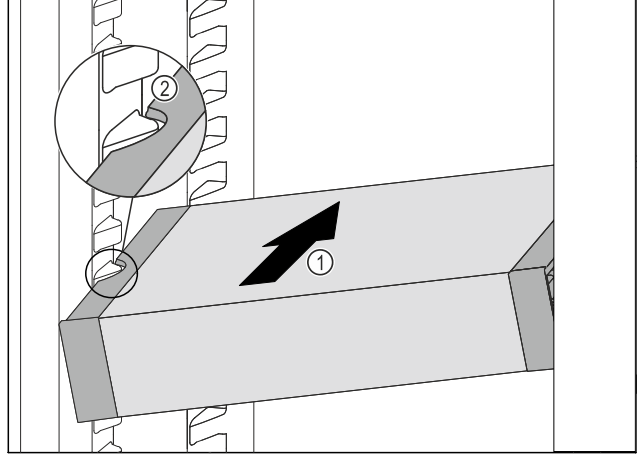

Fig. 88
- VarioSafe çekmecesini, VarioSafe çekmecesinin yandaki boşlukları Fig. 88 (2) soğutma bölümündeki yerleştirme çıkıntıları yüksekliğine gelene kadar eğik bir şekilde soğutma bölümüne sokun Fig. 88 (1).